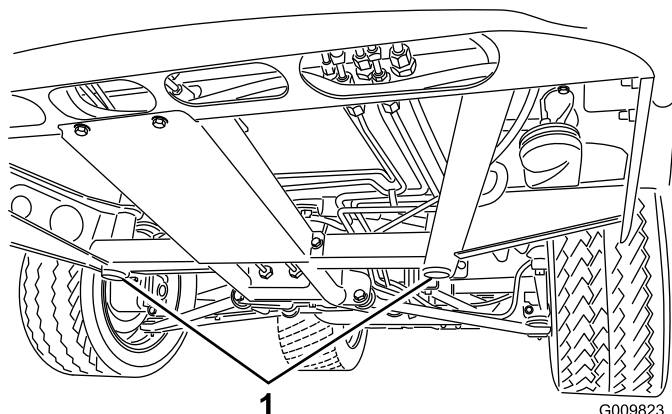

Figure 15
- Le point de levage à l'avant du véhicule se trouve sous le support de cadre central avant (Figure 15).